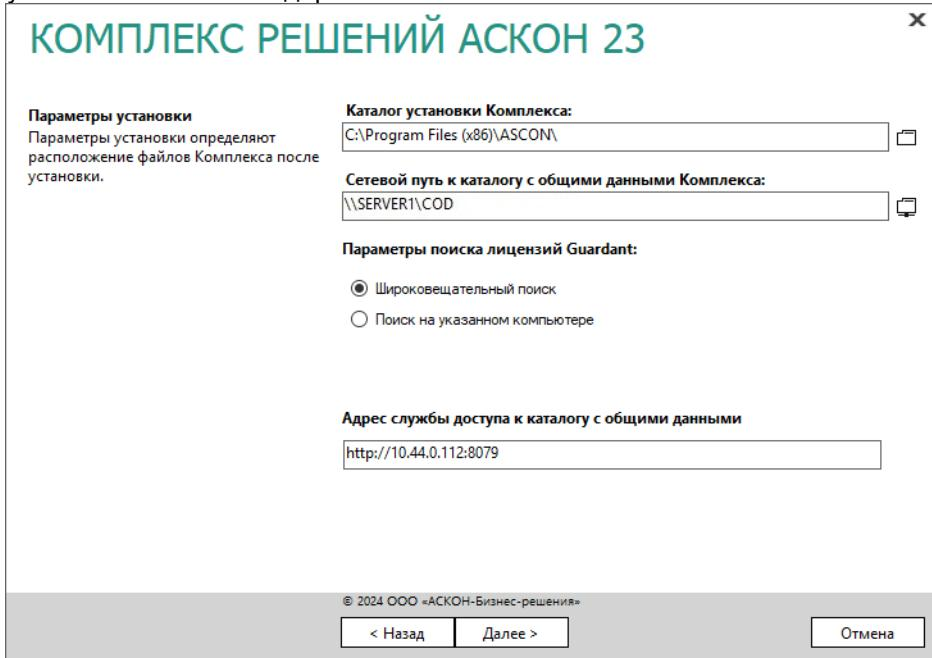

Рис. 4.59
1. Укажите полное имя каталога, в который будут установлены указанные компоненты Комплекса (рис. 4.59). При необходимости воспользуйтесь кнопкой **Выбрать**, чтобы указать каталог в стандартном окне Windows.